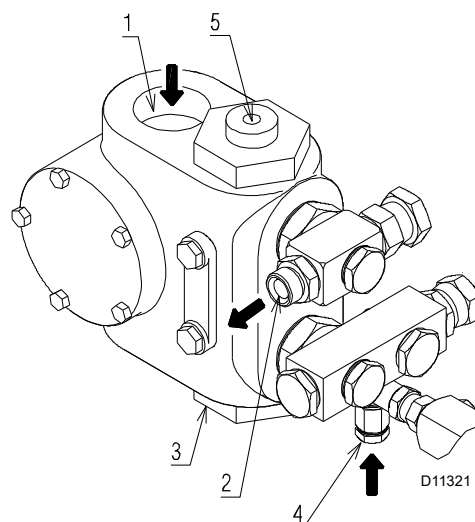

Fig. 21
- Pour que la pompe (Fig. 21) puisse s'auto-amorcer, il est indispensable de desserrer la vis 4) pour purger l'air contenu dans le tuyau d'aspiration.
Si la pompe a été vidée, la remplir de combustible par le bouchon du vacuomètre 3)(Fig. 21) avant de la mettre en marche pour éviter des grippages.
Légende (Fig. 21)